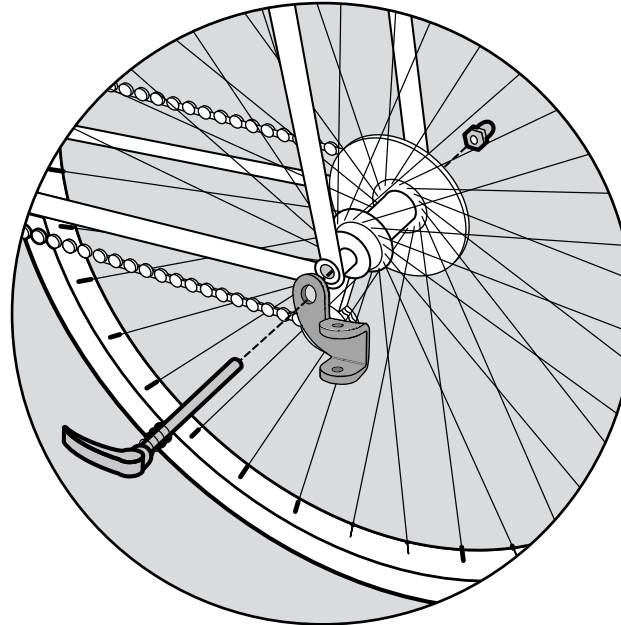

Figure 17
1. **Système de blocage rapide ou essieu à écrou :** Ôtez la broche du système de blocage rapide ou l'écrou du côté gauche de l'essieu de la roue arrière du vélo. Installez l'attelage entre le système de blocage rapide ou l'écrou et le cadre (Figure 17). Serrez le système de blocage rapide ou l'écrou, conformément aux recommandations du fabricant. L'attelage peut rester sur le vélo lorsque la remorque est retirée. Vous trouverez des accessoires adaptés à votre remorque ou à votre vélo sur le site Burley.com.